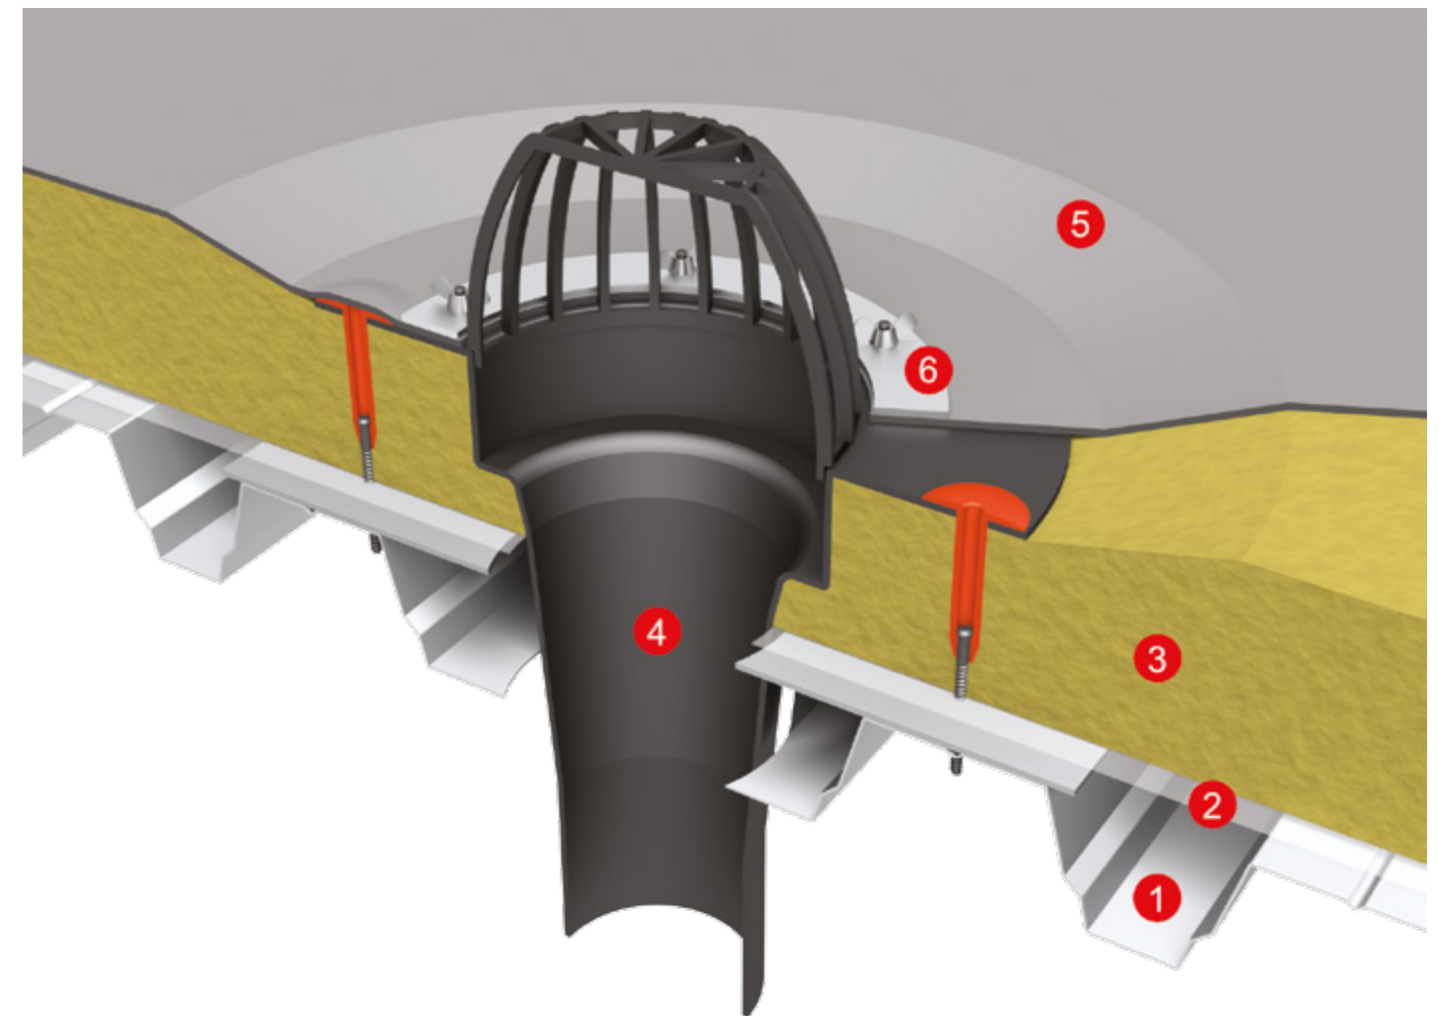

Рис. 16
3.10.1. Монтаж воронки (см. рис.16)